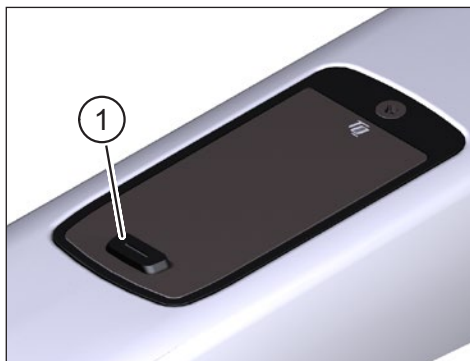
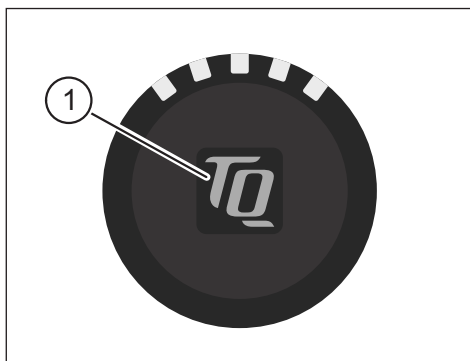

Fig. 1: Display
Fig. 2: Bar End Display
- ▶ Conecte el Drive Unit mediante **brevemente** pulsando el botón (Pos. 1 en Fig. 1) en el Display o en el Bar End Display (Pos. 1 en Fig. 2).
- ▶ Desconectar el Drive Unit pulsando **prolongadamente** el botón (Pos. 1 en Fig. 1) en el Display o en el Bar End Display (Pos. 1 en Fig. 2).